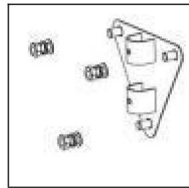
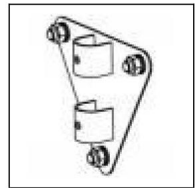

Figure 3.
Figure 4.
- 3). Installez le panneau mural (2) sur le mur et verrouillez trois écrous (3). Vous pouvez vous devez utiliser une petite clé. Voir le (Fig.3.) (Fig.4.)